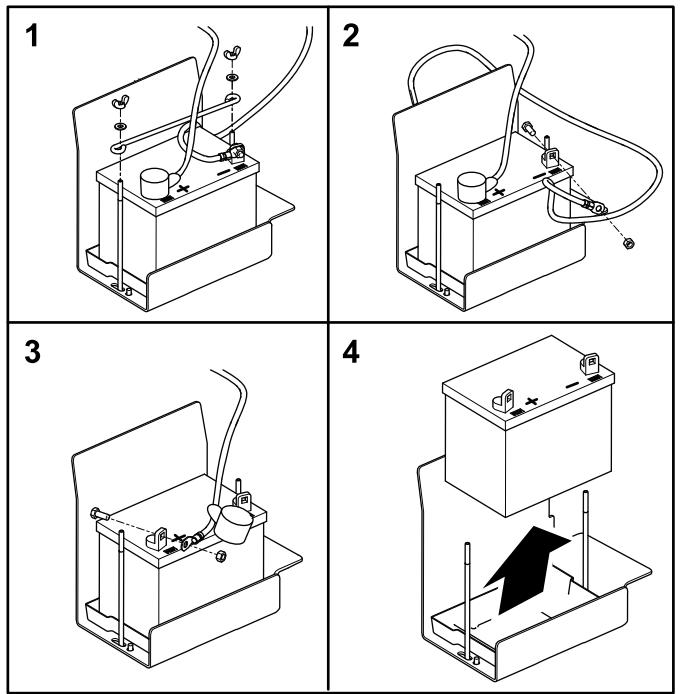

Bild 53
2. Entfernen Sie die Flügelmuttern und Scheiben, mit denen die Batterie befestigt ist (Bild 53).